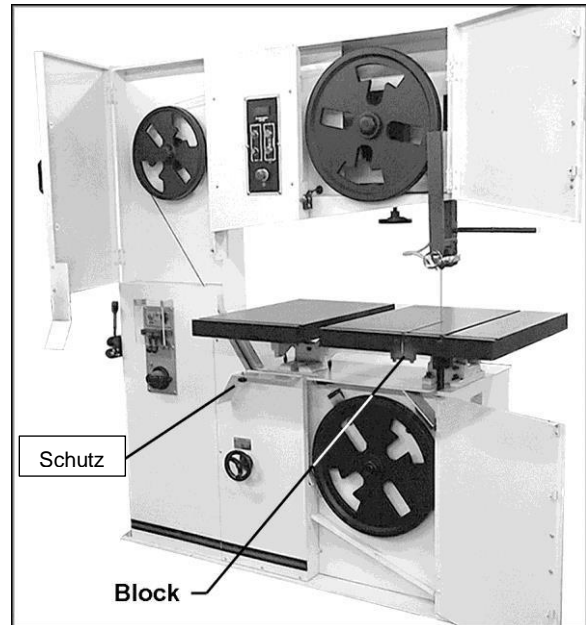

Abb. 5
2. Öffnen Sie die obere und untere Tür und schwenken Sie die Schutzabdeckung weg (Abbildung 5).
3. Entfernen Sie den Block von der Stirnseite des Tisches (Abbildung 5).